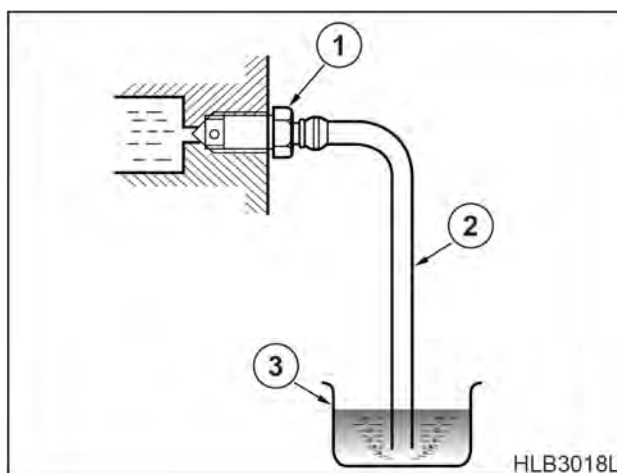

Рис. 80
2. Снять резиновую крышку с клапана прокачки на колесе. Поместить один конец пластикового шланга (2, рис. 80) на клапан прокачки тормозной системы (1). Поместить другой конец пластикового шланга (3) в емкость с тормозной жидкостью.
4. Открыть клапан прокачки (1, рис. 80). Затем нажать на педаль тормоза до упора в пол кабины. Держать педаль тормоза на полу кабины. Открыть клапан прокачки при нажатой до отказа педали тормоза. После закрывания клапана прокачки дать педали тормоза вернуться в исходное поднятое положение. Продолжайте открывать клапан прокачки и нажимать педаль тормоза, в соответствии с описанной процедурой, пока в жидкости, выходящей из шланга выпуска воздуха, не будет больше пузырьков воздуха.
5. Надежно закрыть клапан прокачки (1, рис. 80). Установить резиновую крышку на клапан прокачки.